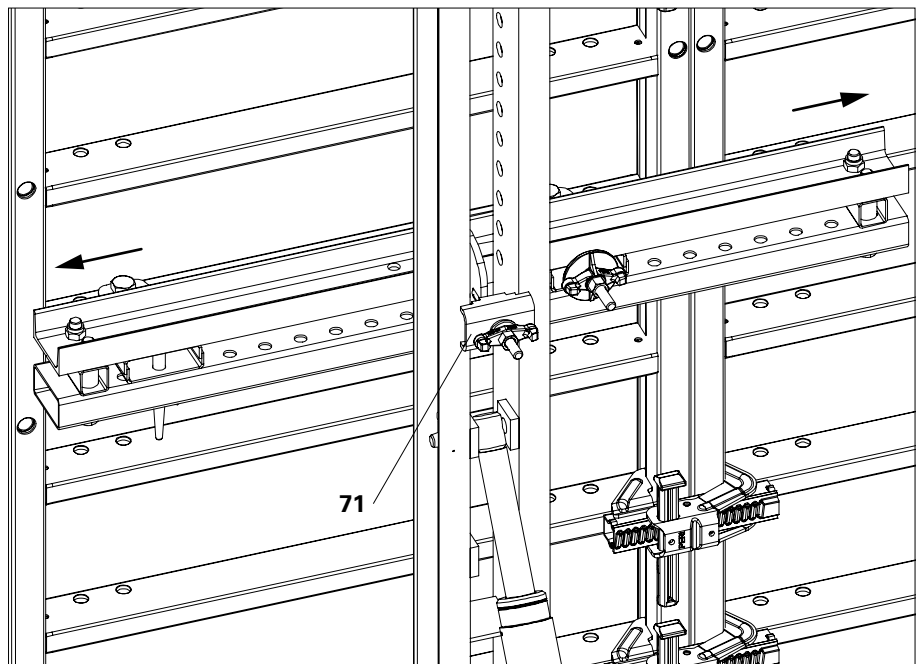

Fig. B3.10
1. Allentare gli attacchi fissaggio corrente U100 – U120 (71) finché non è possibile spostare l'elemento.
3. Serrare l'attacco fissaggio corrente. (Fig. B3.10)